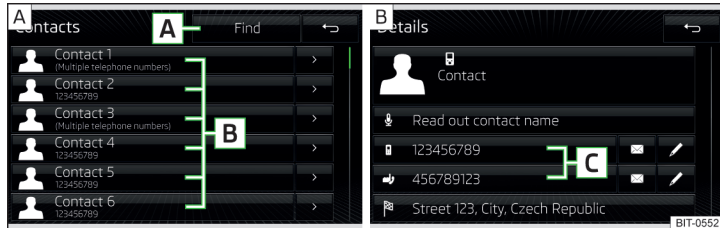
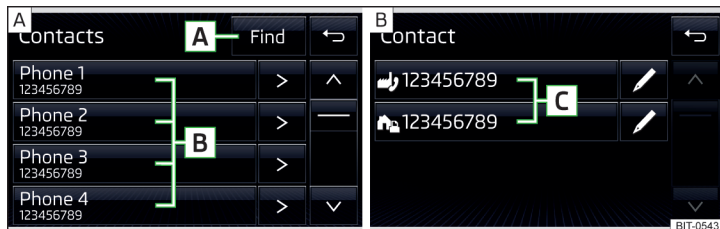

Abb. 206 Infotainment Columbus, Amundsens: Liste der Telefonkontakte / Kontaktdetails
Abb. 207 Infotainment Swing: Liste der Telefonkontakte / Kontaktdetails
► Im Hauptmenü *Telefon* die Funktionsfläche antippen, es wird eine Liste der Telefonkontakte angezeigt » Abb. 206 bzw. » Abb. 207 - A.